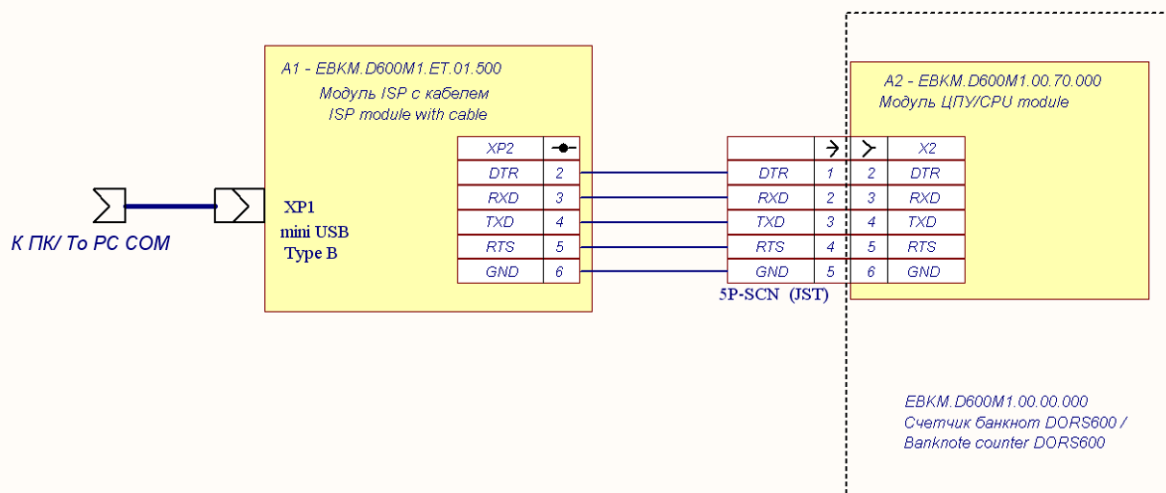

Рис. 53
- 2.1.2. Подключить программатор A1 (EBKM.D600M1.ET.01.500 Модуль ISP с кабелем) к счетчику, соблюдая полярность и распиновку разъемов (Рис. 53).